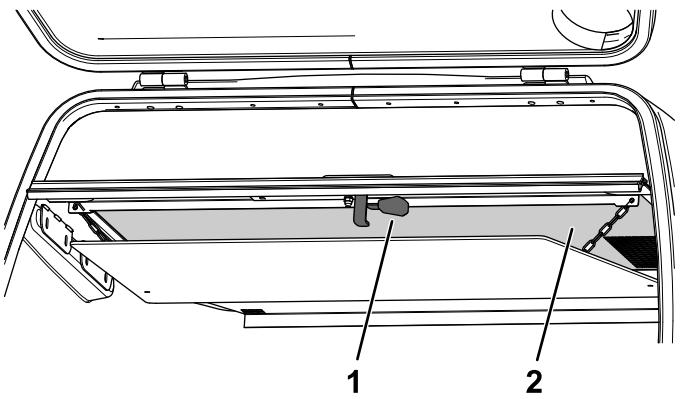

図 138
2. ホパースクリーンの下部解放レバーを下に引く図 138。